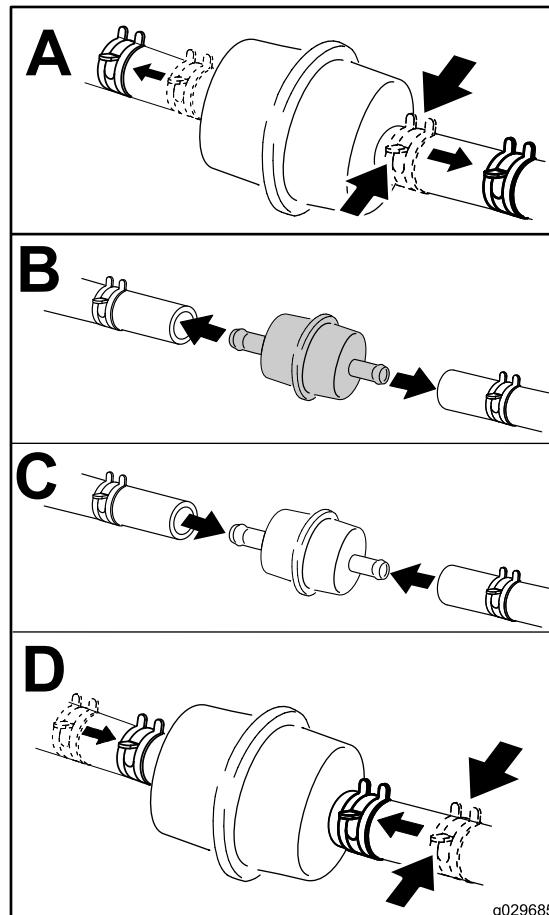

Figure 38
3. Remplacez le filtre en ligne (Figure 38).